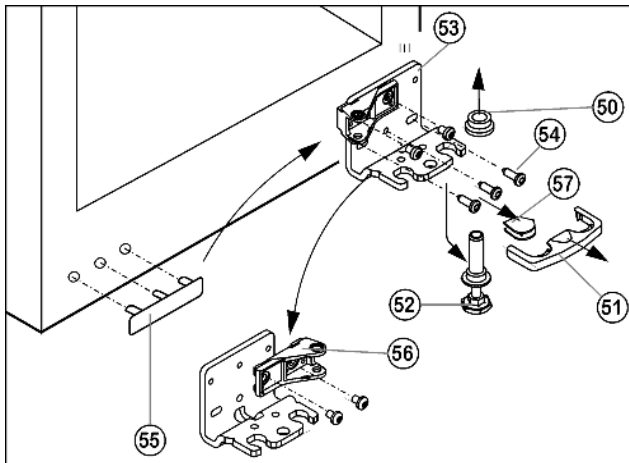

Fig. 14
- ▶ Предохранитель Fig. 14 (51) снимите движением вперед.
- ▶ Снимите крышку Fig. 14 (57).*
- ▶ Полностью вверните регулируемую опору Fig. 14 (52).
- ▶ Вытяните опорный палец Fig. 14 (52) вниз и вперед. При этом следите за гнездом шарнира Fig. 14 (50).
- ▶ Открутите опорный кронштейн Fig. 14 (53) (3 шт. Torx 25) Fig. 14 (54).
- ▶ Осторожно приподнимите и переставьте крышку со стороны ручки Fig. 14 (55).
- ▶ Снова прикрутите опорный кронштейн Fig. 14 (53) на новой стороне шарнира при необходимости с помощью аккумуляторного шуруповерта **с усилием мин. 4 Нм**.
- ▶ Открутите опорный кронштейн Fig. 14 (56) и снова прикрутите внутри с поворотом на 180°.
- ▶ Установите крышку Fig. 14 (57) на противоположной стороне.*
- ▶ Предохранитель (51) нужно зафиксировать сбоку на кронштейне, чтобы опорный палец и двери были защищены от выпадения.
- ▶ Снова защелкните предохранитель (51) на опорном кронштейне.
- ▶ Наденьте гнездо шарнира Fig. 14 (50).
- ▶ Установите дверь сверху на опорный палец Fig. 14 (52).